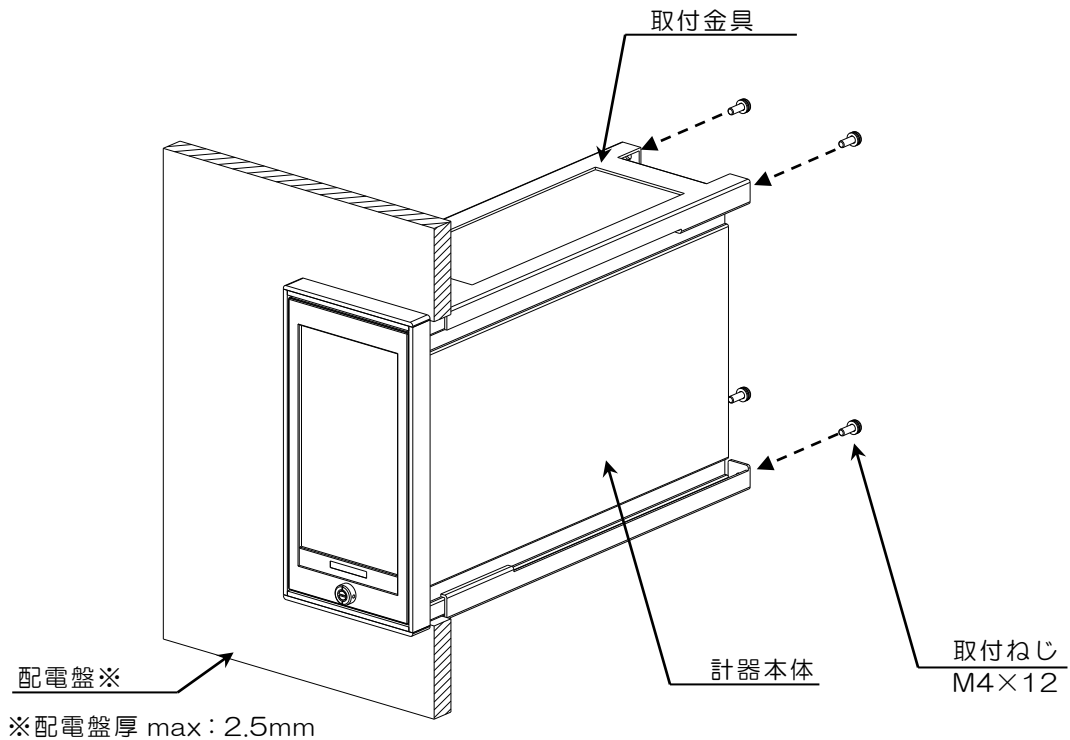

図 2. 取付方法
- (2) 計器本体外周溝に挿入されている取付金具を取外した後、配電盤取付穴に計器本体を配電盤前面より挿入し、配電盤後側より取付金具、取付ねじにて計器本体を固定してください。（図 2 の取付方法参照）
- (3) 取付金具が、本体横の溝に確実に吻合していることを確認してください。
- (4) 取付ねじの締め付けトルクは、 $0.9\sim 1.1\text{N}\cdot\text{m}$ で確実に配電盤に固定してください。